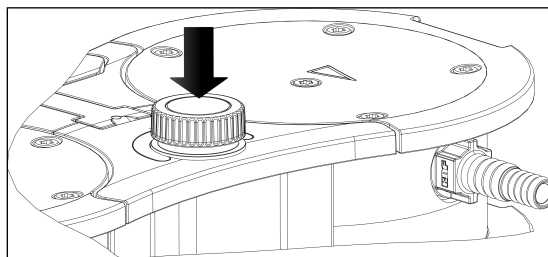

Abb.6: Pumpe ein- und ausschalten mit Dreh-/Drückknopf
- Schalten Sie die Pumpe durch Drücken des Dreh-/Druckknopfs ein (siehe Abb. 6).